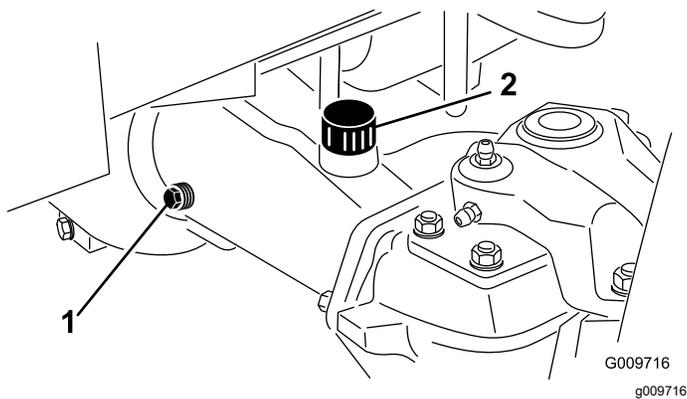

Figura 67
2. Retire un tapón de verificación de un extremo del eje y asegúrese de que el lubricante llega al borde inferior del orificio (**Figura 67**).